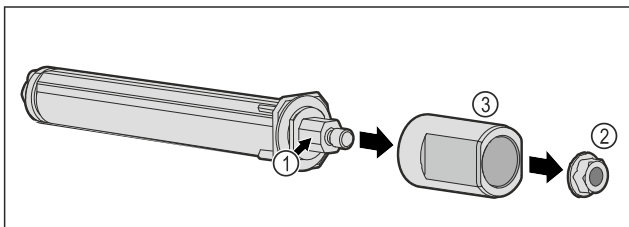

Fig. 58
- ▶ Nerozebírejte uzavírací systém dvířek Fig. 58 (1).
- ▶ Odstraňte matici Fig. 58 (2).
- ▶ Vyjměte objímku Fig. 58 (3).